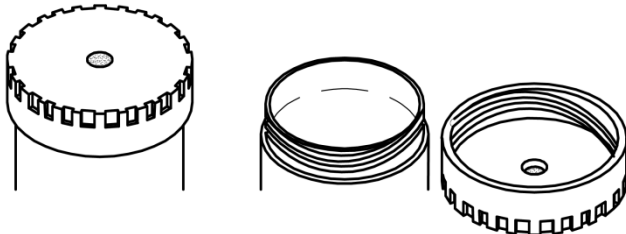

Abb. 9: Behälter 0.3 Liter mit Schraubdeckel
- Behälter 0.3 Liter : Schraubdeckel (Grobgewinde und O-Ring-Abdichtung) öffnen und Deckel separat ablegen (Abb. 9, Vorsicht vor Späneeintrag)